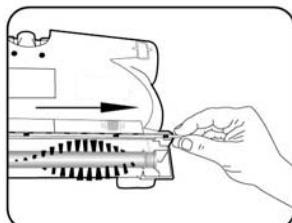

Fig. 15
- Para reemplazar la escobilla de goma, siga las instrucciones anteriores para quitar los engranajes y remueva la escobilla de goma deslizándola de izquierda a derecha. (Fig. 15).